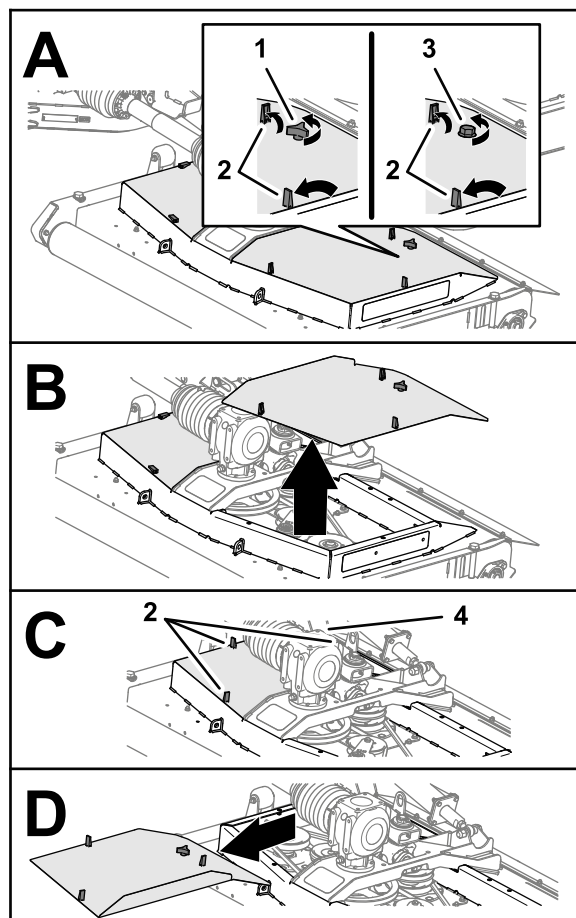

Figura 46
1. Solte os 3 trincos que prendem a tampa da plataforma do cortador (Figura 46).
2. Desaperte o manípulo ou parafuso (plataforma de cortadores CE) que prende a tampa da plataforma do cortador à plataforma do cortador (Figura 46).
4. Repita os passos 1 e 2 para a outra tampa (Figura 46).